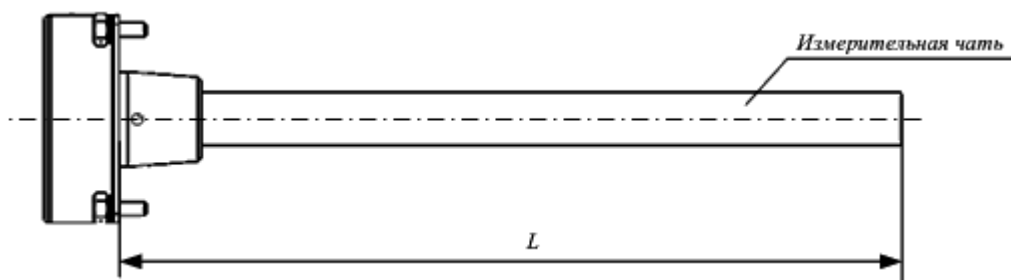

Рисунок 4,  $L$  – длина измерительной части датчика уровня топлива LLS
**Рабочая длина изделия** – длина  $L$ , изображенная на рисунке (Рисунок 4).